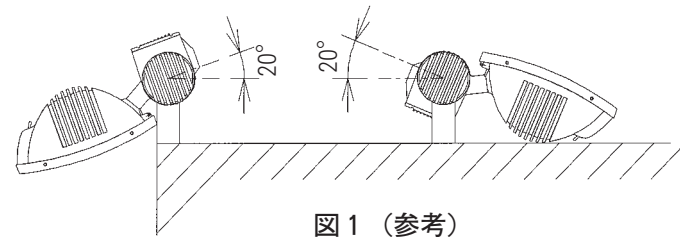

図1 (参考)
- 照射方向を下向きにする場合は、構造物とアームとの位置関係に注意して投光器が構造物に触れないようにしてください。(参考取付：図1) 火災の原因になることがあります。